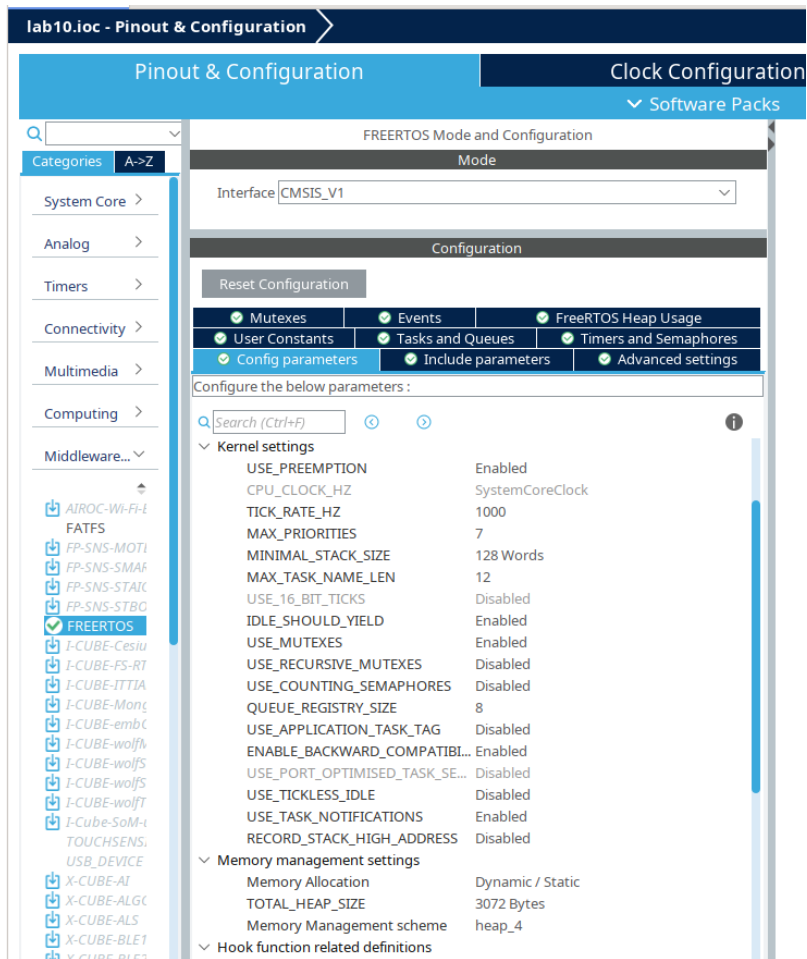

Рис. 1. Налаштування FreeRTOS в проєкті
2. Відкрити категорію Middleware та обрати FreeRTOS. Налаштувати відповідно до рис. 1.